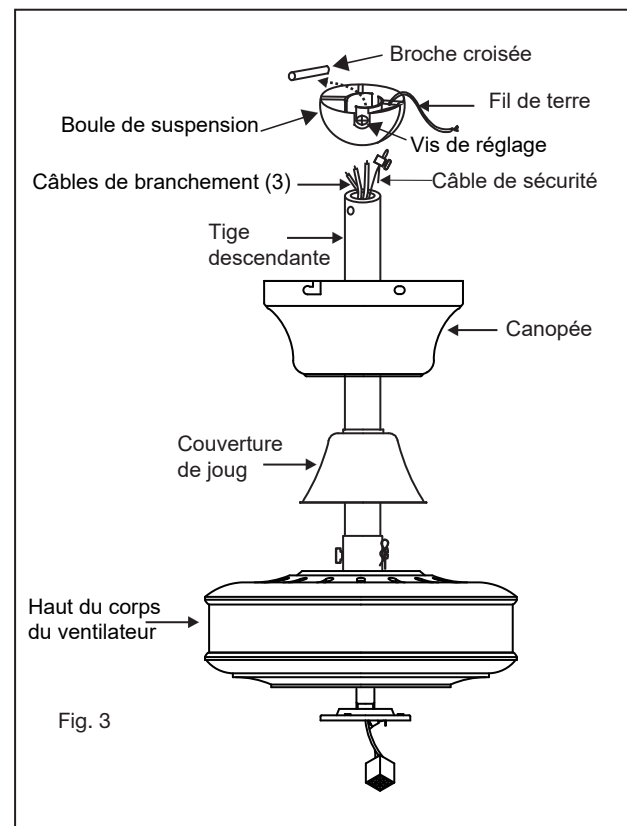

Fig. 3
- 7 Insérez 2 vis dans le support de suspension, en les laissant partiellement à l'extérieur (Fig. 3).
- 1 Glissez le couvercle de joug et la canopée sur la tige de descente. (Fig. 3)